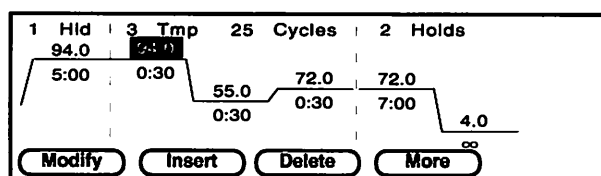

Fig. 2-14 モディファイスクリン
2. **F4** -Moreを押してください。ステップ1で選択したパラメーターによって、2つのパターンのうちの1つのモディファイスクリン(Fig. 2-14) が表示されます。
2. モディファイスクリーン(Fig. 2-14, 18)より、消去するサイクルのパラメーターをハイライト表示します。